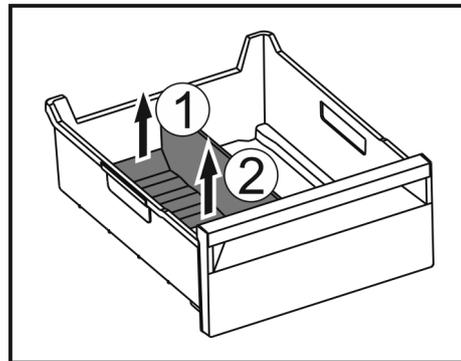

Fig. 126
- ▶ Levantar la parte posterior del separador del compartimento para hielo. Fig. 126 (1)
- ▶ Extraer el separador del compartimento para hielo hacia arriba. Fig. 126 (2)